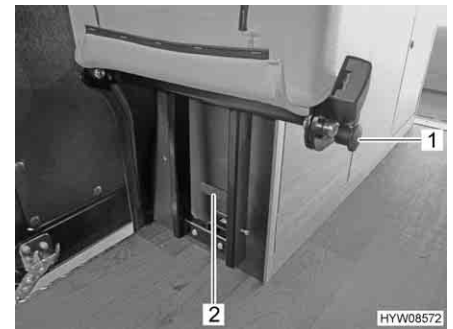

Fig. 9 Sbloccaggio di piano di seduta e telaio del sedile
- Tirare il bottone di sbloccaggio (Fig. 9,1) e ribaltare in avanti il piano di seduta.
- Premere lo sbloccaggio (Fig. 9,2) e sganciare il telaio del sedile.